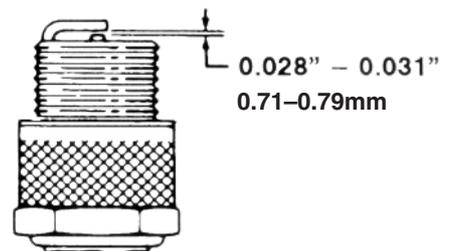

Figure 26
3. Régler l'écartement des électrodes à 0,71–0,79 mm (Fig. 26). Installer ensuite la bougie et la serrer fermement à 27 Nm.